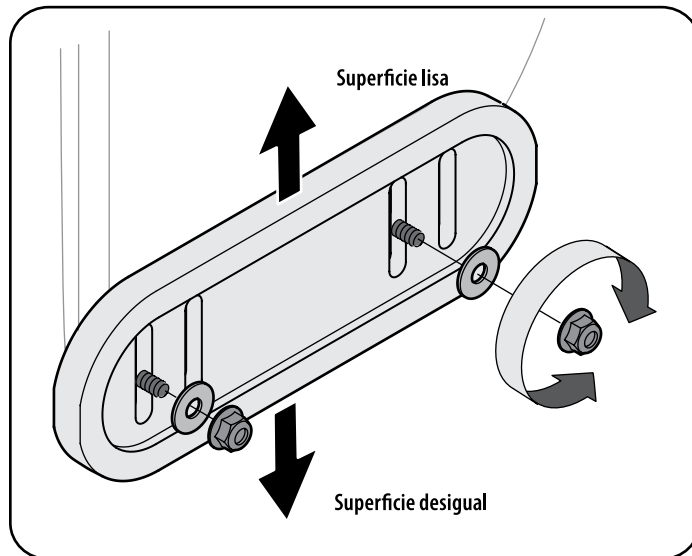

Figura 36
- Si desea quitar nieve al ras del suelo, eleve más las zapatitas antideslizantes en la caja de la barrena. Refiérase a la Figura 36.
1. Afloje las cuatro tuercas hexagonales (dos en cada lado), arandelas planas, y los pernos del carro. Mueva las zapatitas antideslizantes a la posición deseada. Vea la Figura 36.
NOTA: Las zapatitas antideslizantes de su unidad pueden verse ligeramente diferentes (y tener hardware diferente) que los que se muestran en la Figura 36.